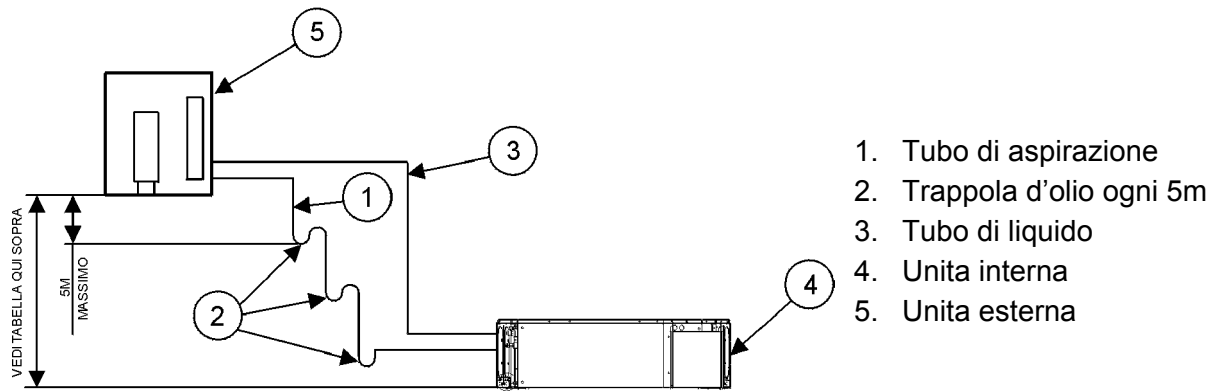
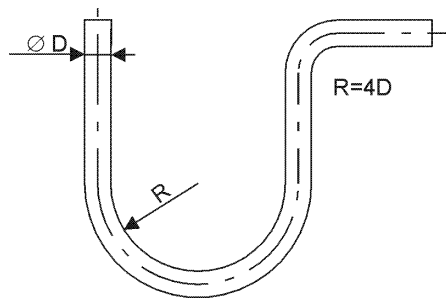

Fig. 19. Unità esterna collocata più in alto dell'unità interna
Fig. 20. Il raggio della curva nella trappola d'olio
Le opzioni per il collocamento dell'unita esterna in relazione al posizionamento dell'unita interna sono descritte schematicamente nelle Fig. 19, 20, 21 e 22.
- L'unita esterna e` installata piu` in alto dell'unita interna (vedi Fig. 19). Questo tipo di installazione richiede una trappola d'olio nella linea di aspirazione. La trappola d'olio deve essere collocata nel punto dove la sezione verticale del tubo comincia a piegarsi e il tubo continua in linea orizzontale .Il raggio della curva nella posizione della trappola d'olio deve essere il piu` piccolo possibile (vedi Fig. 20). Il tubo di aspirazione, situato in posizione orizzontale, deve avere un'inclinazione del 0.5% verso l'unita esterna.